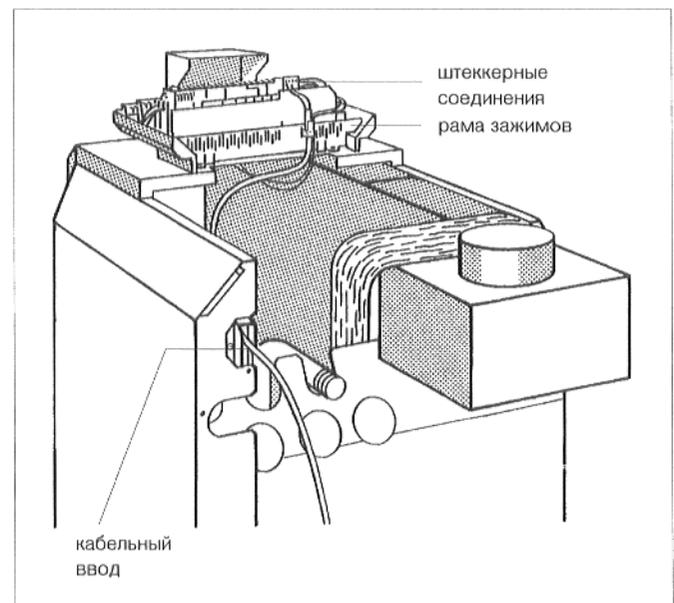
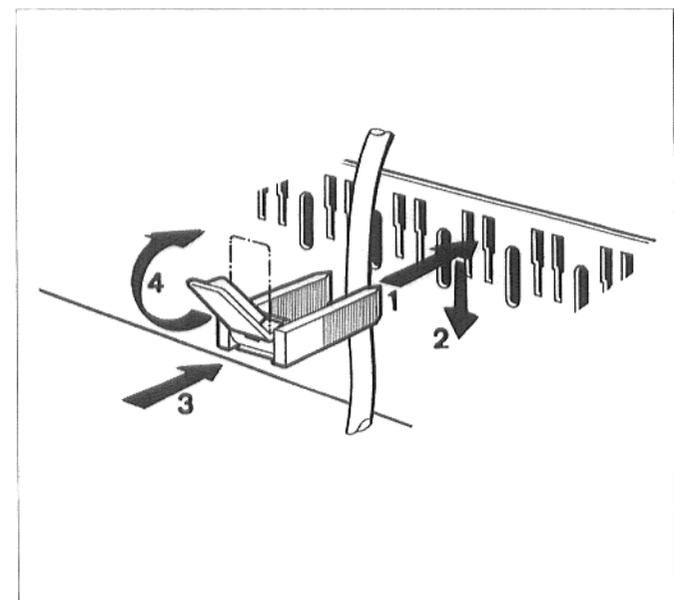

Рис. 18: кабельный ввод и штекерные соединения
Рис. 19: крепление кабеля кабельным зажимом
Проложить провода сзади, через кабельные вводы, к регулятору (рис. 18).
- Все провода следует закрепить зажимами: вставить зажимы для крепления кабеля с вложенным проводом сверху в раму зажимов (рис. 18); ребро рычажка должно при этом показывать вверх. Вдавить кабельный зажим вниз, при этом придавливая его. Повернуть рычажок вверх (рис. 19).